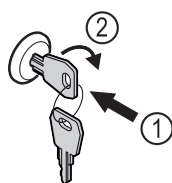

Fig. 153 例图
- 按入钥匙 Fig. 153 (1)。
- 将钥匙顺时针转动 90° Fig. 153 (2)。